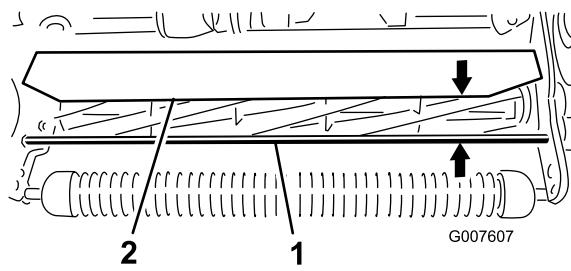

Figure 58
1. Mesurez la distance entre le haut de la tige de support avant et le rebord avant du déflecteur, à chaque extrémité de l'unité de coupe (Figure 58).